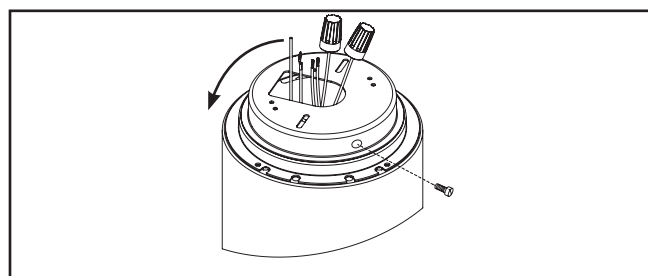

Figure 1.
2. Tournez la plaque de montage dans le sens inverse des aiguilles d'une montre pour le séparer de l'ensemble et le retirer du cylindre (Figure 1).